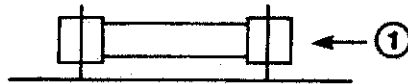

図5-3 ヒューズのはずし方
ヒューズを外すときは、[図5-3]に示す矢印①の方向に押します。